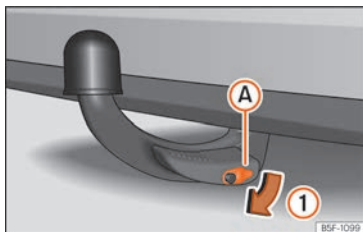

Abb. 259 Schlossabdeckung abnehmen
- Nehmen Sie die Schlossabdeckung **A** in Pfeilrichtung **1** vom Schloss ab »» Abb. 259.